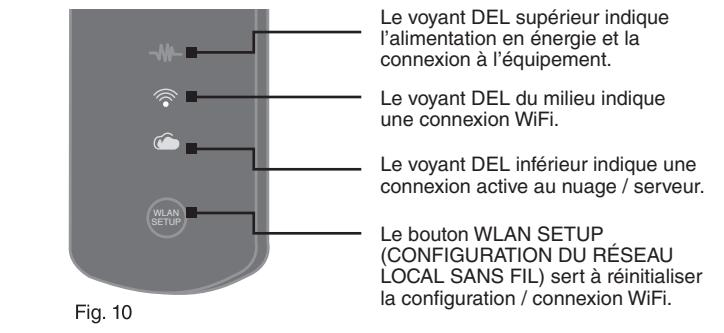

Fig. 10
- Une fois que votre module WiFi est installé y el chauffe-eau est alimenté en energía, los tres voyants DEL clignotent tous simultáneamente pour indiquer que el módulo WiFi est prêt à être configuré pour une utilisation sur le réseau résidentiel. (Pour répéter le processus de configuration ou modifier les paramètres de connexion internet à tout moment, il vous suffit d'appuyer sur le bouton WLAN SETUP (CONFIGURATION DU RÉSEAU LOCAL SANS FIL) du module WiFi.) (Fig. 10)